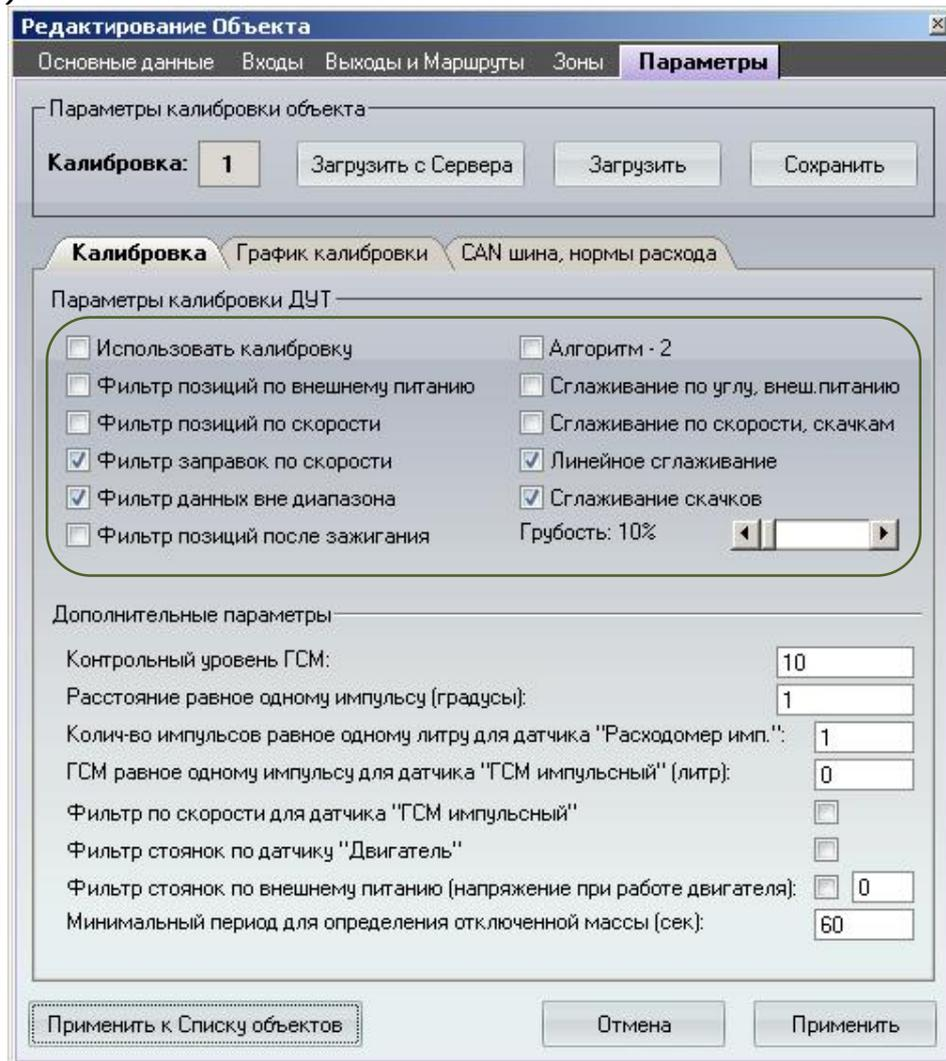

Рисунок 4 Установка фильтрации данных датчика уровня топлива
3.4. Настроить фильтрацию при обработке данных на вкладке Параметры (Рис.4):